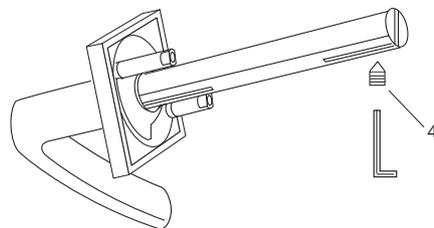

Рис.6
12. Закрепите ручку на основании. Закрепите винтом фиксации ручку на квадрате, паз под винт фиксации должен быть напротив отверстия в ручке (Рис.6).